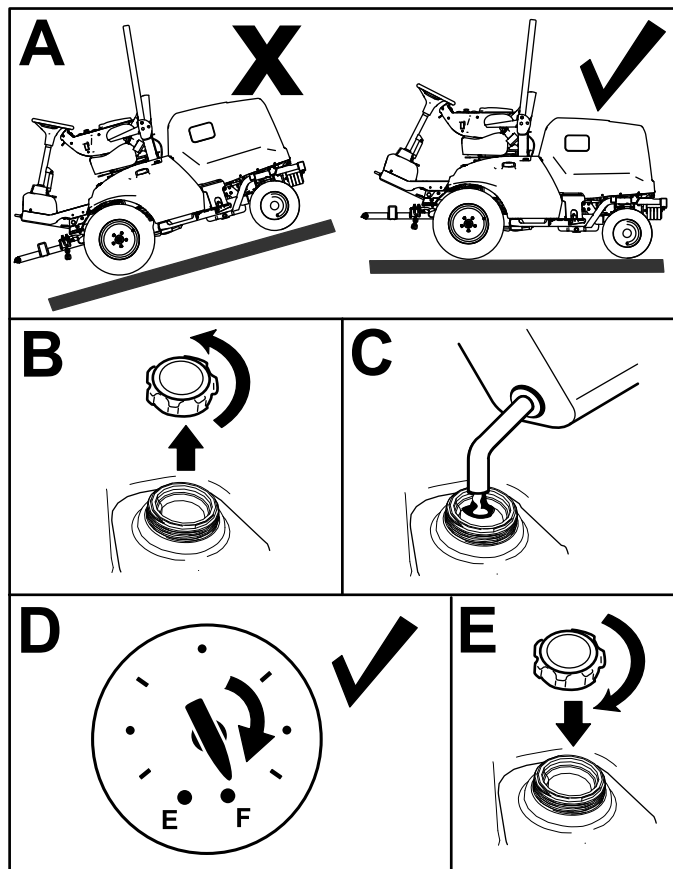

Figura 32
1. Parcați mașina pe o suprafață plană (Figura 32), cuplați frâna de parcare, opriți motorul și scoateți cheia de contact